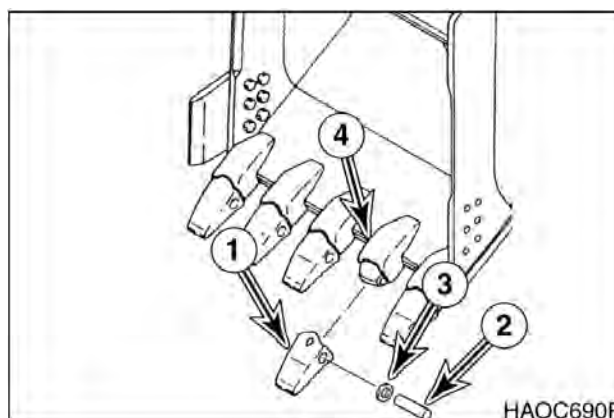

Рис. 99
2. Чтобы заменить зуб (1, рис. 99), использовать молоток и зубило, чтобы сдвинуть стопорный штифт (2) и стопорную шайбу (3) с адаптера зуба (4).